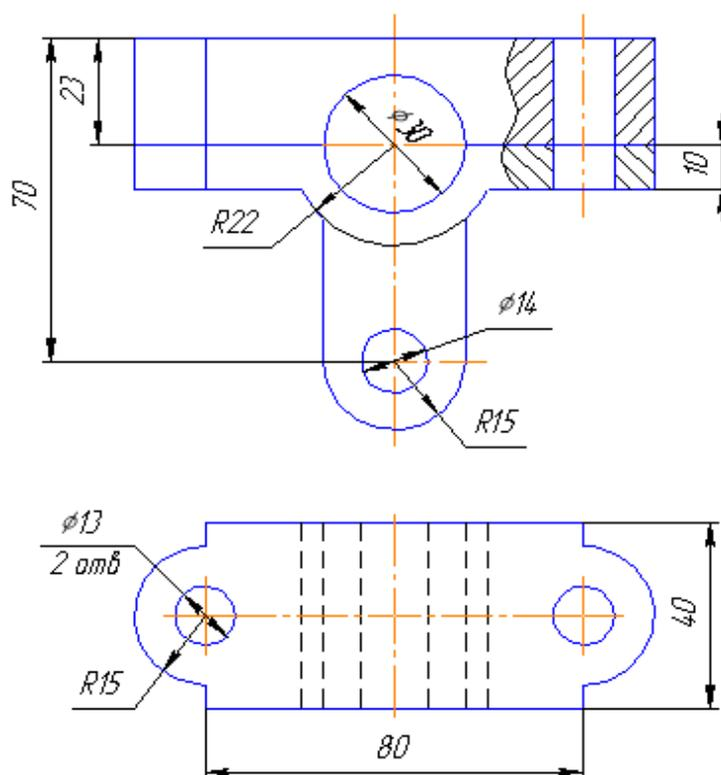

Рисунок 42 - Чертеж сборки
**Задание:** по чертежу (рис.42) создать 3D модель сборки и ее ассоциативный 2D чертеж.